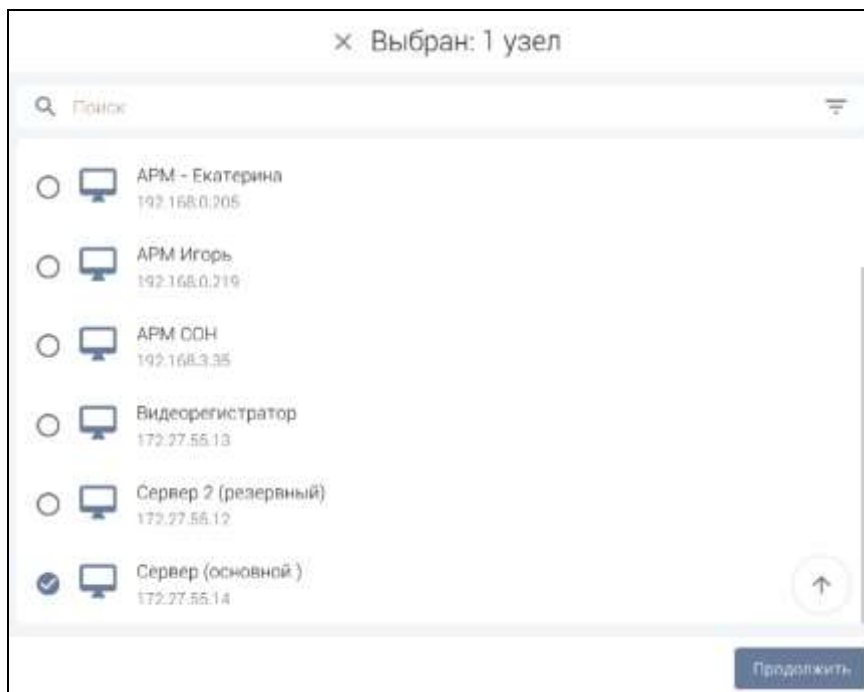

Рисунок 21 — Выбор узла установки
– для запуска установки необходимо нажать на кнопку [Установить] в меню на лицевой стороне карточки продукта или и выбрать Узел для установки из предложенного списка узлов системы (Рисунок 21).